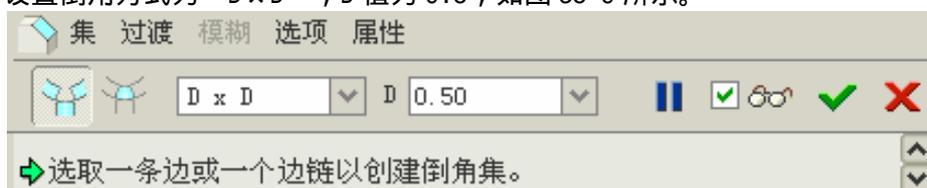

图 35-9
- (1) 单击特征工具栏中的按钮 ，打开倒角特征操控板。
- (2) 设置倒角方式为“D×D”，D 值为 0.5，如图 35-9 所示。